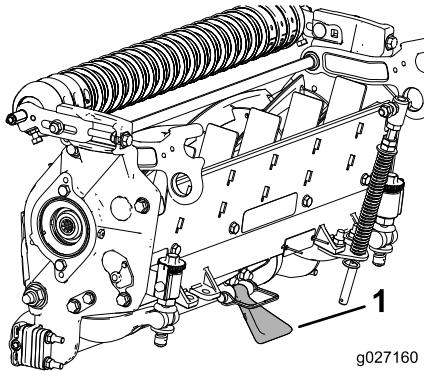

図 9
**重要** ユニット左右についているベッドバー調整ねじのナットが床に当たっていないことを確認してください図 9。